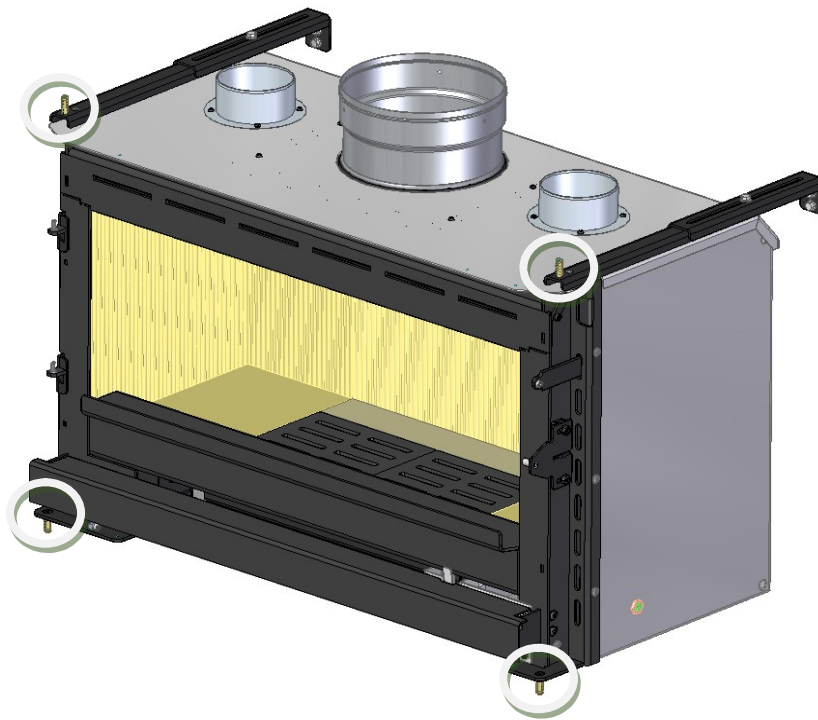

Figura 17 – Fijación del equipo a la mampostería
15. Si pretende colocar la unidad en mampostería, deberá utilizar los casquillos de latón y los tornillos de cabeza avellanada que vienen con el kit de fijación de la unidad (PA1090G053). Debe tomar las medidas correctas para perforar los agujeros en la mampostería y fijar la unidad en los siguientes lugares, como se muestra en la Figura 17.